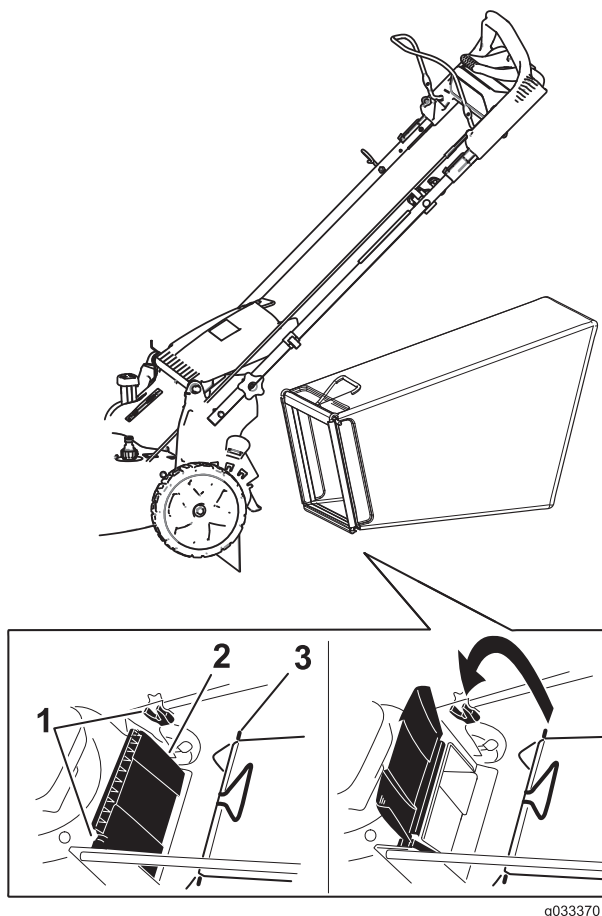

Figure 19
2. Montez le bac à herbe en veillant à placer les ergots dans les crans du guidon (Figure 19).